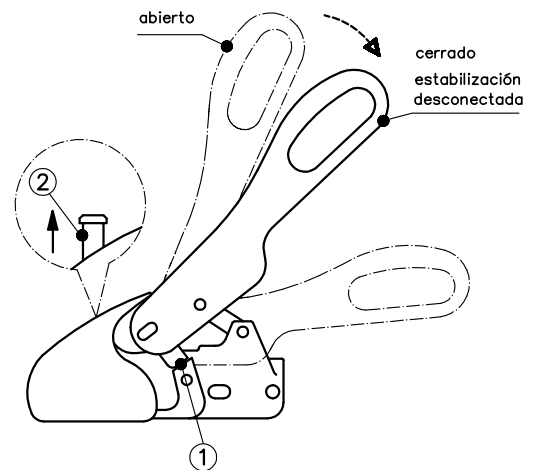

Figura 4: Acoplar
Para maniobrar el remolque sujete por favor los asideros de sujeción ubicados en el remolque en lugar de la palanca de mando del WS 3000/3500. El enganche esférico de tracción se coloca sobre la esfera de acoplamiento del vehículo tractor. (Figura 4) A través de la carga de soporte y una carga adicional eventual de la barra de tracción, el enganche esférico de tracción se cierra automáticamente y las pletinas laterales de seguridad (1) se encuentran paralelamente enfrentadas a las superficies de seguridad en la carcasa. (Figura 4) Cuando la esfera de acoplamiento se encuentra dentro de la carcasa del mismo, el pasador verde de la indicación de control (2) es visible. (Figura 4)
En caso de no ser utilizado un tiempo prolongado, el remolque debe ser aparcado con el enganche esférico de tracción cerrado, para ello levantar la palanca de mando abierta (Figura 4), tirar simultáneamente la rótula (elemento móvil - Figura 9) hacia delante o presionar el SAFETY BALL dentro de la cámara esférica y cerrar lentamente la palanca de mando.